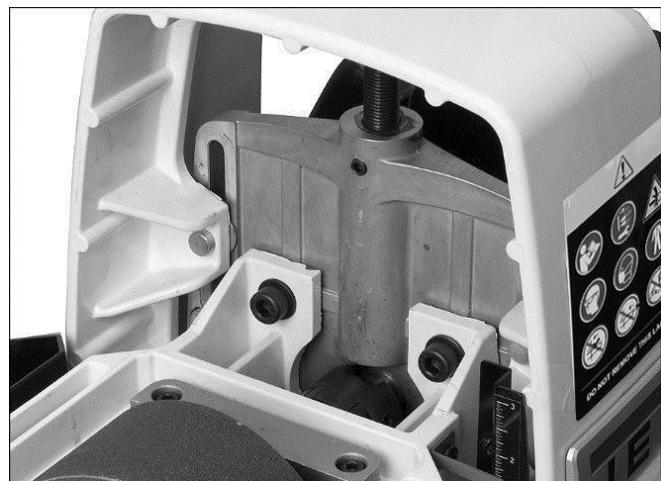

Рис. 10-1
- По мере необходимости смазывайте подъемный ходовой винт (A, Рис. 10-1).
- Содержите области скольжения в чистоте (B, Рис. 10-1).